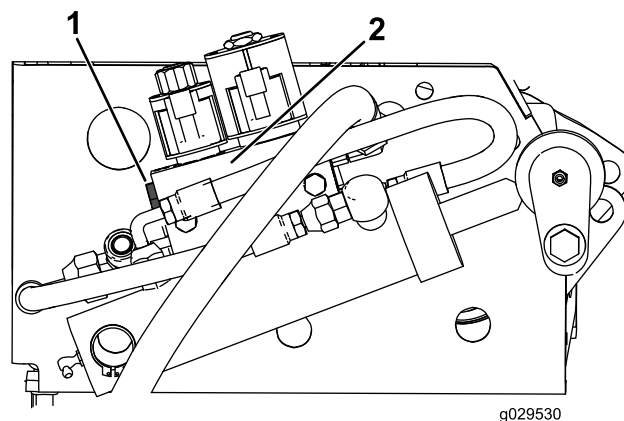

Figura 18
5. Sul telaio di destra, individuate il gruppo della valvola di sollevamento del piatto di taglio (**Figura 18**).
6. Togliete il tappo dal lato sinistro del gruppo della valvola (**Figura 18**).